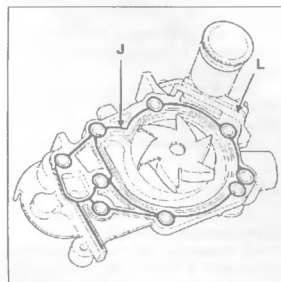

Рис. 2.83
1. Для герметизации водяного насоса используется герметик **RHODORSEAL 5661**; нанесите слой герметика **J** (рис. 2.83).